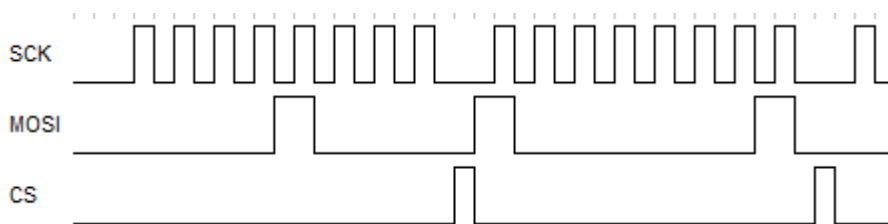

图 2 SPI 波形示例图
12、SPI 是串行外设接口（Serial Peripheral Interface）的缩写，以主从方式工作，由于其简单易用的特性，如今越来越多的芯片集成了这种通信协议。用某示波器测出的 SPI 波形图如图 2 所示，其表示 MOSI 发送的前 2 个数据分别是 0X81, 0x08